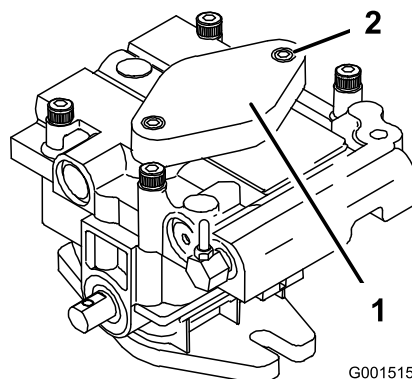

Figure 61
7. Pour amorcer la pompe de charge, desserrez deux vis à six pans à tête creuse (Figure 61) de seulement un tour et demi. Le moteur doit être arrêté. Soulevez le corps de pompe de charge et attendez que l'huile s'écoule régulièrement dessous. Resserrez les vis. Effectuez cette procédure pour les deux pompes.